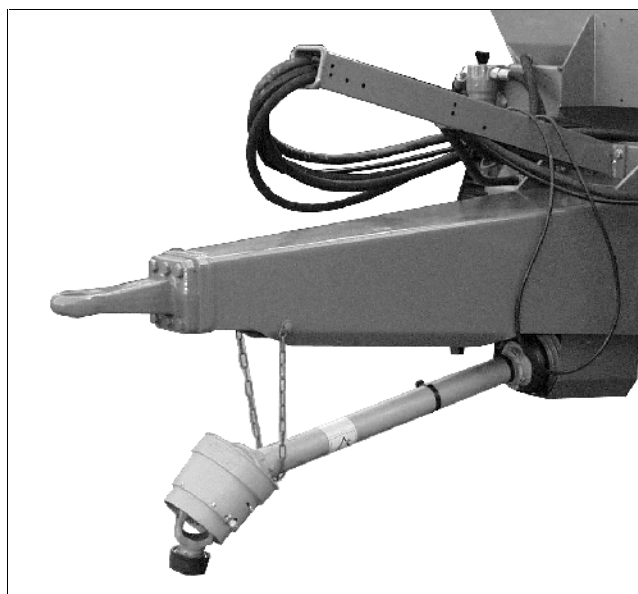

Рис. 17
3. Защитные трубки карданного вала оснащены крепежными цепями (Рис. 17), которые должны крепиться на тракторе и **ZG-B**. Крепежные цепи предотвращают совместное вращение защитных трубок при работе карданного вала. Крепежные цепи навесьте в отверстиях таким образом, чтобы была обеспечена достаточная зона свободного хода карданного вала во всех рабочих положениях, и чтобы защитные трубки карданного вала не вращались вместе с ним во время работы.